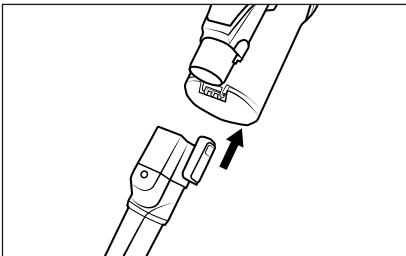

Fig. 14
- ◆ Infilare gli accessori sul tubo di aspirazione **24** oppure sull'apertura di aspirazione dell'apparecchio fino a quando non si innestano in posizione con un clic (vedere fig. 14). Assicurarsi che siano posizionati e fissati correttamente.